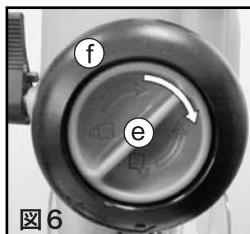

図6
1. プランジモードセレクター⑧を右に回します。次に押し込みながらカチッと音がするまで右に回します。(図6参照) これでハンドルワインダーはロックされました。